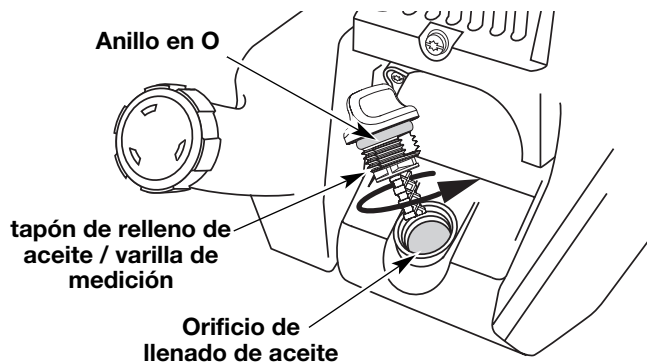

Fig. 16
6. Si el nivel está bajo, agregue una pequeña cantidad de aceite en el orificio de llenado de aceite y vuelva a medir (Fig. 16). Repita hasta que el nivel de aceite llegue hasta la parte superior de la varilla de medición.
NOTA: Verifique que el anillo en O esté en su lugar en el tapón de relleno de aceite / varilla de medición cuando mida y cambie el aceite (Fig. 16).